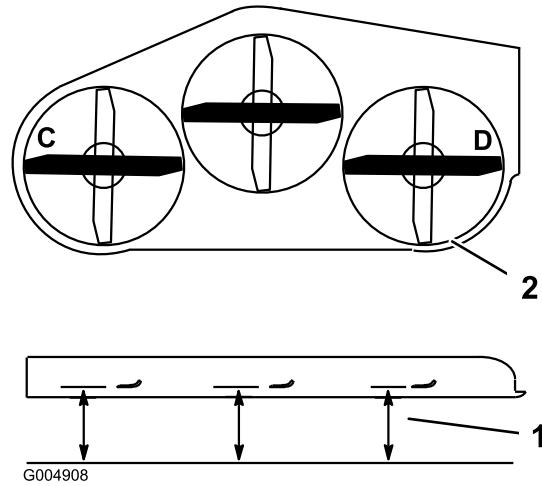
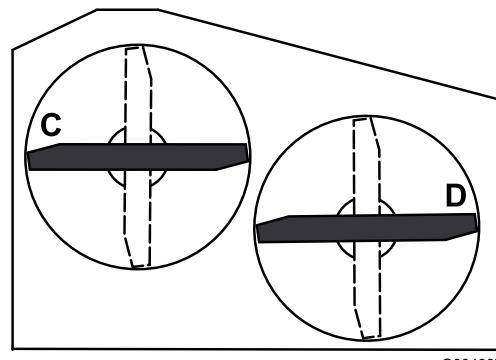

Figura 67
Figura 68
2. Coloque las cuchillas en posición lateral. Mida la cuchilla en las posiciones C y D desde una superficie nivelada hasta el filo de corte de las cuchillas (Figura 67). Para las plataformas de cortacésped de 36 pulgadas, consulte la Figura 68.